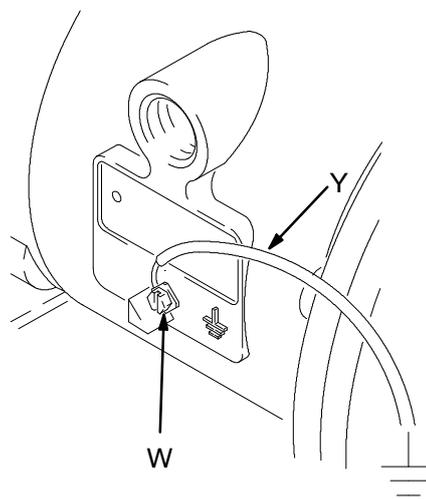

Fig. 1
*Polipropileno e PVDF não são condutores.* Ligar o fio terra ao terminal de aterramento liga à terra apenas o motor de ar. Quando bombear líquidos inflamáveis condutores, aterre **sempre** todo o sistema de líquidos assegurando que o líquido tem um caminho elétrico a uma ligação verdadeira à terra. Ver Fig. 1.
- **Bomba:** Ligue um fio terra e fixe-o como mostrado na Fig. 1. Afrouxe o parafuso de ligação à terra (W). Insira uma extremidade de 12 ga (1.5 mm2) no mínimo de fio terra (Y) atrás do parafuso de ligação à terra e aperte o parafuso de segurança. Ligar a outra extremidade do fio de ligação à terra a uma verdadeira ligação à terra. Encomendar Peça N.º 237569 Fio Terra e Grampo.